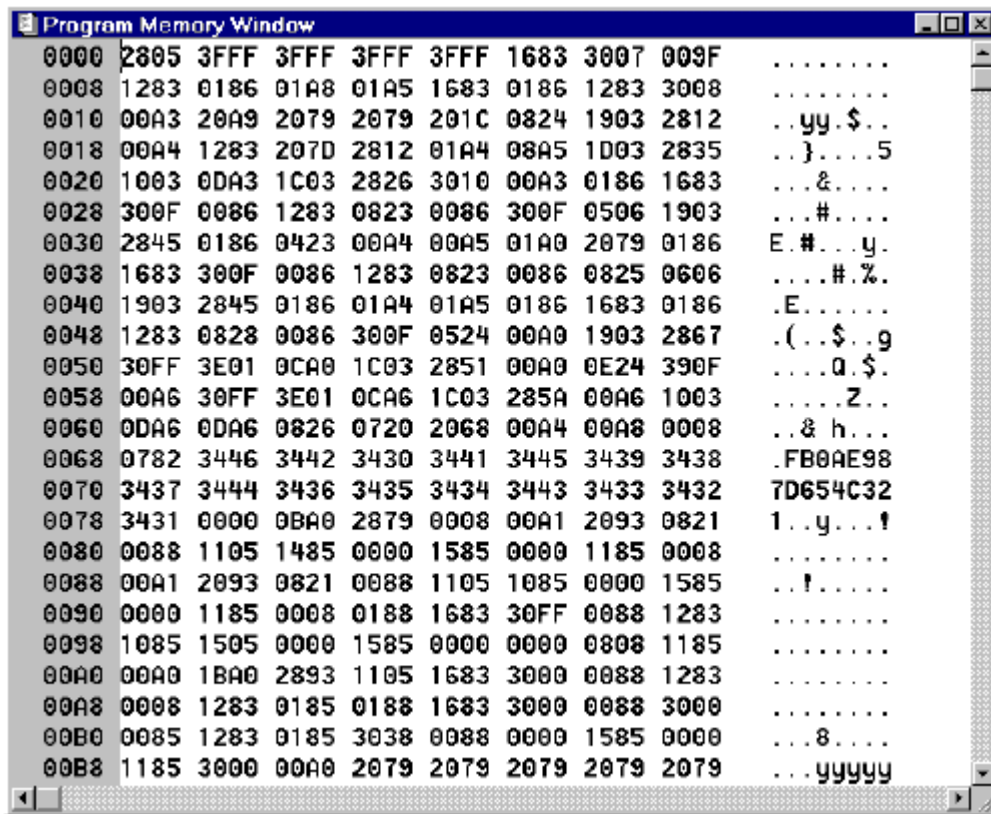

图 7-61: 程序存储器窗口 – 显示 HEX 代码
- **Hex Code Display** – 这种方式显示的是程序存储器里内容的 HEX 数据。当使用芯片烧写器的时候这个选择非常有用（见图 7-61）。